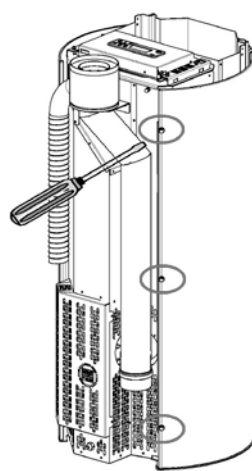

Fig. 72 - Schrauben lösen
- Die hinteren Schrauben der Seiten festziehen (siehe **Fig. 72**).